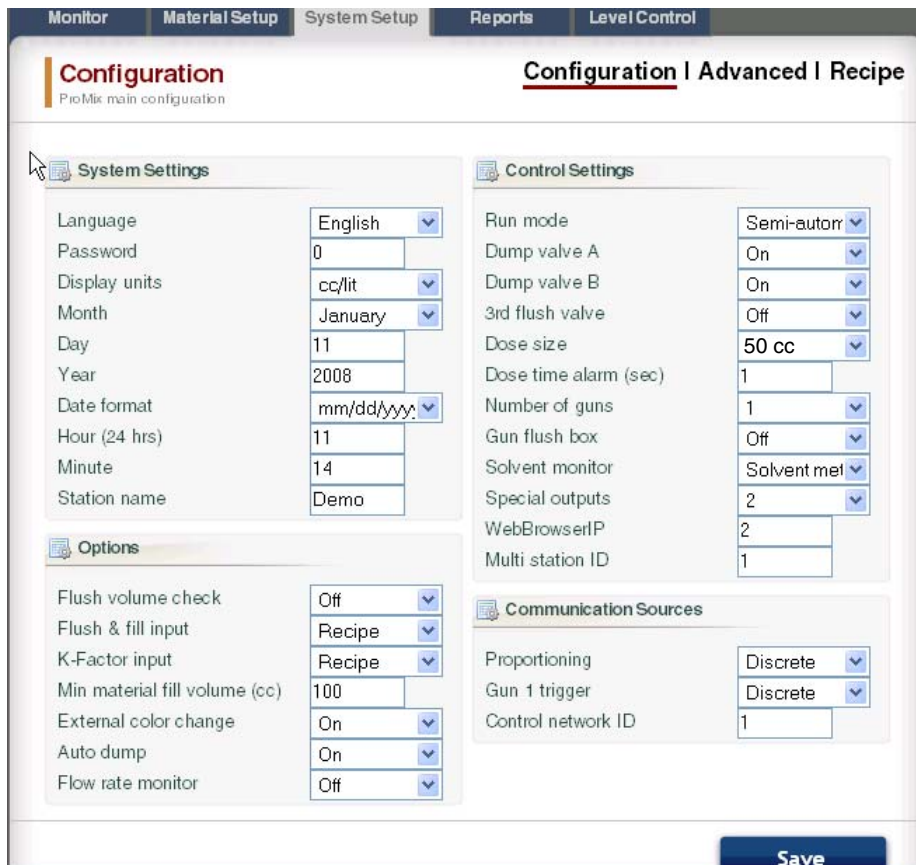

FIG. 46: Pestaña de Ajustes de Sistema, Pantalla de Configuración.
Cada EasyKey debe tener una sola dirección IP y un solo nombre. Vea la Pantalla de Configuración en FIG. 46 para ajustar el nombre de la Estación (1-99).
- La pantalla de **Configuración** corresponde a las pantallas de Configuración del Sistema del EasyKey. Vea FIG. 46. Para una información completa sobre estos ajustes y sus efectos, consulte la sección Ajustes en el manual de operativa del sistema.